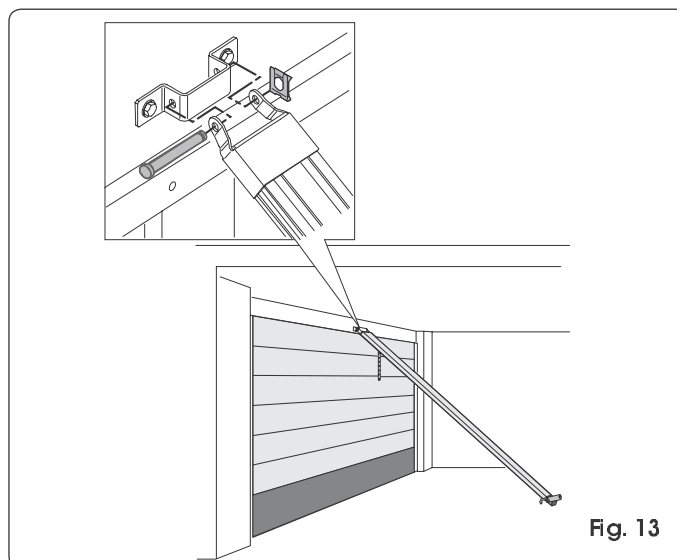

Fig. 13
- 7) Levante la guía del empalme anterior y ensamble el empalme con la brida de fijación utilizando el correspondiente perno y la grapa (Fig. 13).